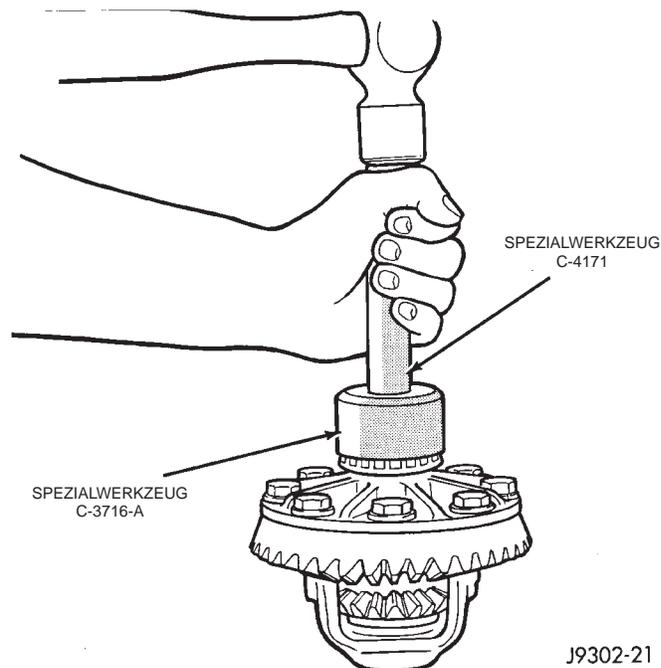

Abb. 32 Differentiallager einbauen
(1) Beilagen für die Differentiallager an den Naben des Ausgleichkorbs montieren.
(2) Differentiallager mit Spezialwerkzeug C-3716-A und Griff C-4171 einbauen (Abb. 32).